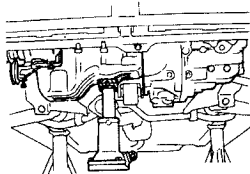

Рис. 1.3 Установите домократ под двигателем в указанном месте (См. Раздел 5)
9. Установите домократ под двигателем и поднимите настолько, чтобы он принял вес двигателя. Не устанавливайте домократ под заглушку сливного отверстия масляного картера (См. рис. 1.3). Для защиты картера положите между ним и домократом деревянный блок.